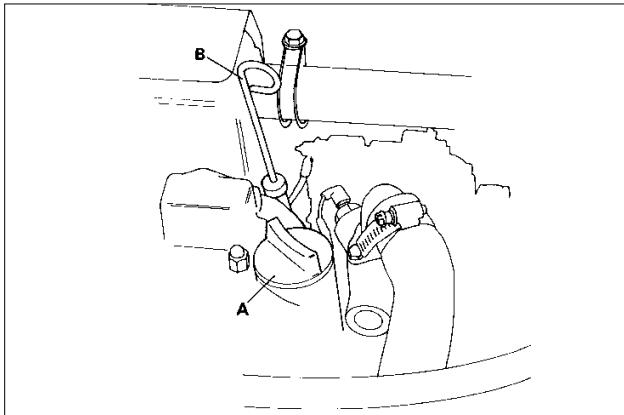

Fig.23
Remove dipstick (B Fig.23) and check that the oil is up to the correct level indicated. If necessary top up with fresh oil through the filler (A Fig.23) on top of the rocker box.
- (c) Remove the filler cap (A Fig.23) and refill with fresh oil up to the maximum level on the dipstick (B Fig.23). Capacity 3.1 litres, (5.5 imp. pints, 6.6 US pints).
Verwijder de peilstok (B fig. 23) en controleer of de olie tot aan het juiste peil komt. Indien nodig, vul bij met verse olie via de vuldop (A fig. 23) op de tuimelaar.
- Verwijder de vuldop (A fig. 23) en vul bij met verse olie tot het maximumpeil op de peilstok (B fig. 23). De oliecarterinhoud is 3,1 liter.
Enlever la jauge (B fig. 23) et vérifier que le niveau arrive au niveau indiqué. Si nécessaire, compléter par le trou de remplissage (A fig. 23) sur le dessus de cache-culbuteurs.
- Enlever le bouchon de remplissage (A fig. 23) et remplir avec de l'huile neuve jusqu'au niveau maximum sur la jauge (B fig. 23)